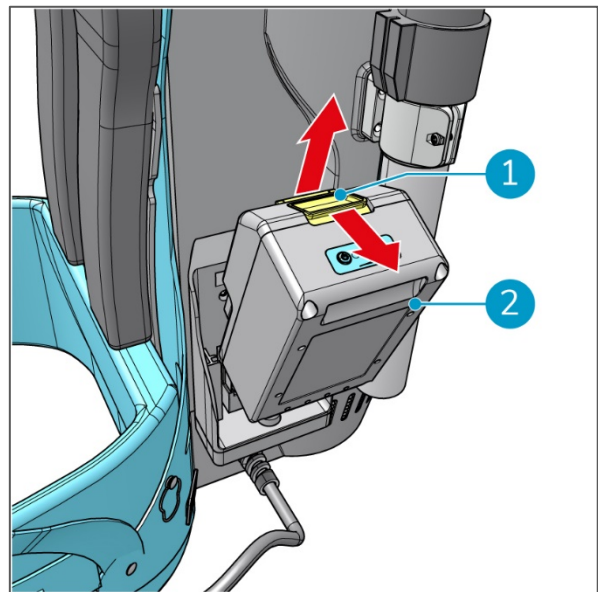

Figure 16
1. Faites glisser le bouton jaune de la batterie (Figure 16, pos. 1) vers vous pour le déverrouiller.
2. Retirez la batterie (Figure 16, pos. 2).